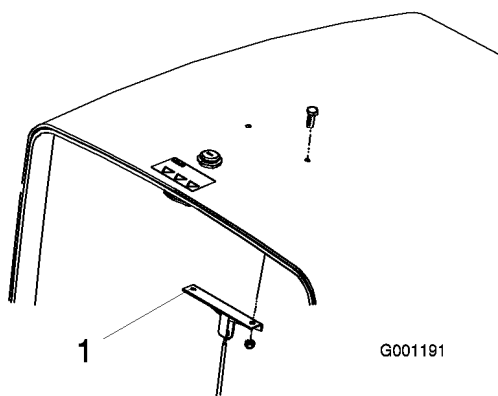

Figura 4
1. Retire e não volte a utilizar os 2 parafusos e porcas que fixam o suporte do cabo à parte inferior do capot (Figura 4).